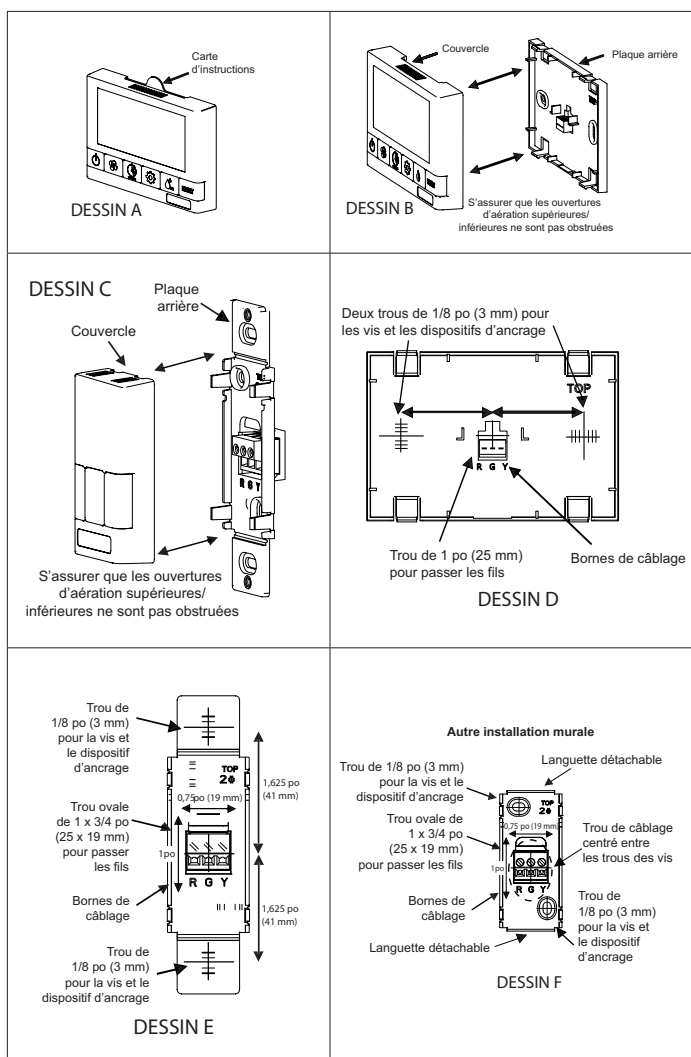

Figure 34. Installation du contrôleur numérique
1. Avec le contrôleur numérique à 5 vitesses / 5 modes, retirer la fiche contenant les instructions d'utilisation du dessus du contrôleur (Figure 34, Dessin A).
2. Séparer le couvercle de la plaque arrière en les écartant fermement (Figure 34, Dessin B ou C). Faire attention pour ne pas endommager les broches de contact sur le couvercle.
3. Avec le contrôleur numérique à 5 vitesses / 5 modes, placer la plaque arrière du contrôleur à l'endroit souhaité sur le mur et marquer avec un crayon l'emplacement des trous droit et gauche pour les vis de fixation (Figure 34, Dessin D).
4. Avec le contrôleur mural Déshumidistat/Ventilation, placer la plaque arrière à l'endroit souhaité sur le mur et marquer avec un crayon l'emplacement des trous supérieur et inférieur pour les vis de fixation (Figure 34, Dessin E ou F). Pour monter le contrôleur sans plaque décorative, casser les languettes supérieure et inférieure et voir la Figure 34, Dessin F, pour le montage.
5. Retirer la plaque arrière du mur et marquer le trou central pour les fils à mi-distance des trous des vis de fixation. Voir la Figure 34, Dessin D, E ou F, pour les dimensions.
6. Percer deux trous de 1/8 po (3 mm) pour les vis et les dispositifs d'ancrage (Figure 34, Dessin D, E ou F). Avec le contrôleur numérique à 5 vitesses / 5 modes, percer un trou d'un pouce (25 mm) au centre (Figure 34, Dessin D). Avec le contrôleur mural Déshumidistat/Ventilation, découper un trou ovale de 3/4 po (19 mm) par 1 po (25 mm) dans le mur (Figure 34, Dessin E ou F).
8. Connecter les fils rouge, vert et jaune aux bornes situées sur la plaque arrière (Figure 34, Dessin D, E ou F).
10. Remonter le couvercle sur la plaque arrière (Figure 34, Dessin B ou C)
11. Avec le contrôleur numérique à 5 vitesses / 5 modes, remettre la fiche contenant les instructions dans le contrôleur (Figure 34, Dessin A).